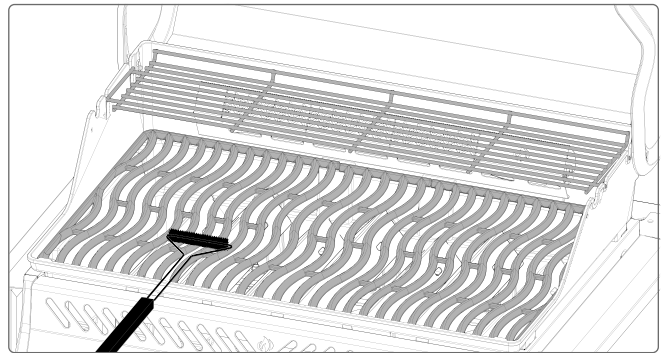

Abb. 8
- Reinigen Sie Edelstahl Grillroste, indem Sie den Grill vorheizen und mit einer Drahtbürste Rückstände entfernen **(Abb. 8)**.